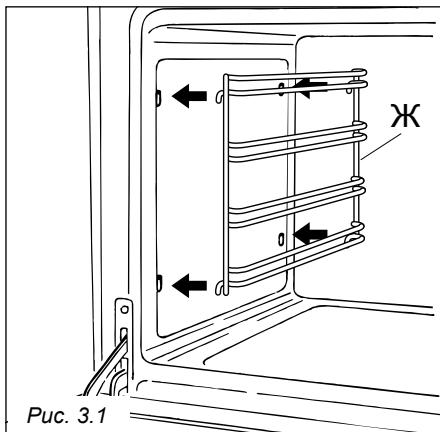

Рис. 3.1
- Установите проволочные решетки-держатели «Ж» на стенках духовки (Рис. 3.1).